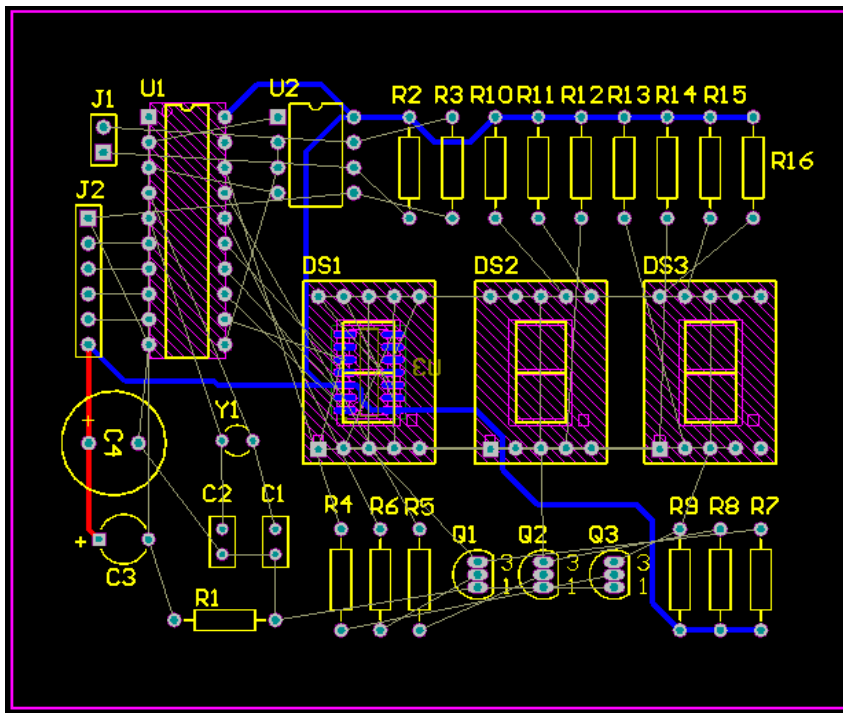

图9-38布电源线“VCC”的PCB板
- 可以先布电源线，然后布其它线。先布电源线“VCC”的电路如图9-38所示。